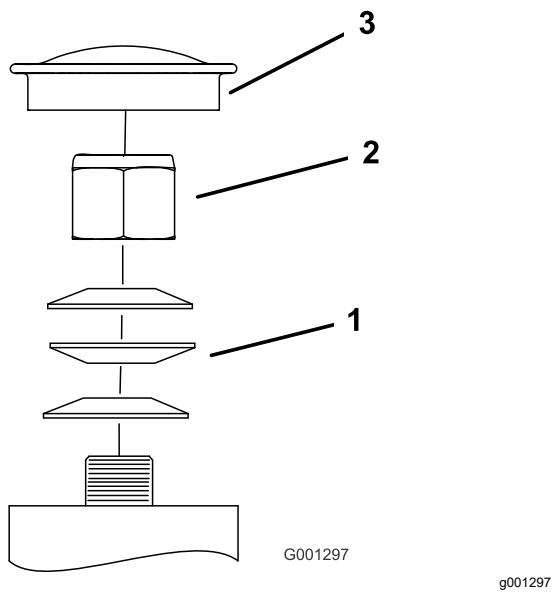

Figura 86
3. Retire el tapón guardapolvo de la rueda giratoria y apriete la contratuerca (Figura 86).
4. Apriete la contratuerca hasta que las arandelas de muelle estén planas, luego afloje $\frac{1}{4}$ de vuelta para establecer la pre-carga correcta de los cojinetes (Figura 86).
Importante: Asegúrese de que las arandelas de muelle están correctamente instaladas, según se muestra en Figura 86.
5. Coloque el tapón anti-polvo (Figura 86).